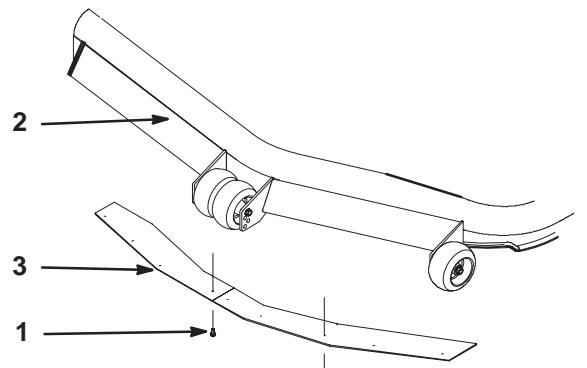

Figure 11
1. Pour monter ou déposer les déflecteurs de décharge, installez ou retirez les boulons comme illustré à la Figure 11.